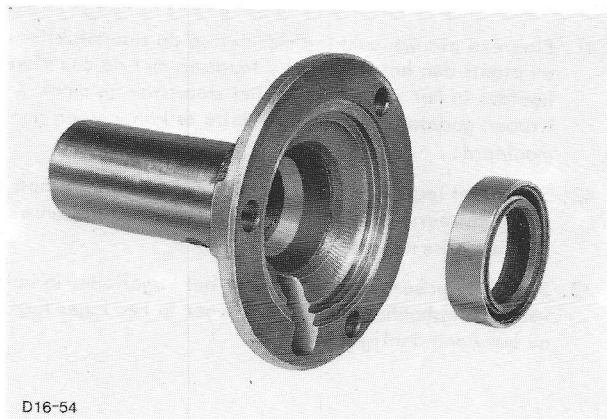

Fig.146 Oliekeerring in prise-aslagerdeksel monteren.
36. Monteer een nieuwe oliekeerring met een passend stuk pijp in het prise-aslagerdeksel; de lip van de keerring moet naar de versnellingsbak zijn gekeerd. Smeer de oliekeerring in met multi-purposevet (fig.146).